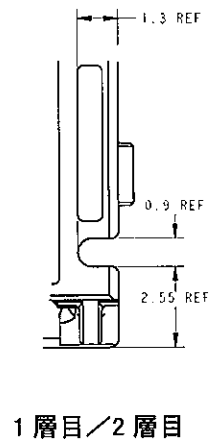

Fig.10
**注意** 0.5+1.5型ハウジングの2層目と、0.5型ハウジングの1層目の切り欠きは同形状です。(Fig.10 参照)